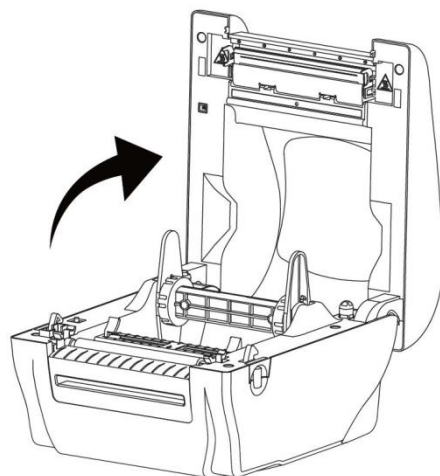

图 1
- 1) 向外拨动两侧的开启开关，开启打印机上盖，如图1所示。上盖要开启到位，避免安装打印纸过程中下落碰到手臂。